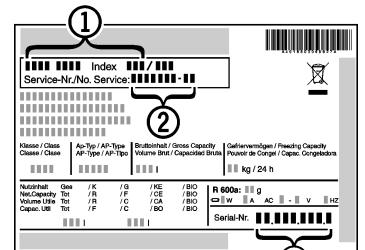

Fig. 18
- ▶ Наименование устройства Fig. 18 (1), сервисный № Fig. 18 (2) и серийный № Fig. 18 (3) считайте с заводской таблички. Заводская табличка находится внутри устройства слева.
- ▶ Обратитесь в сервисную службу и сообщите вид неисправности, наименование устройства Fig. 18 (1), сервисный № Fig. 18 (2) и серийный № Fig. 18 (3).